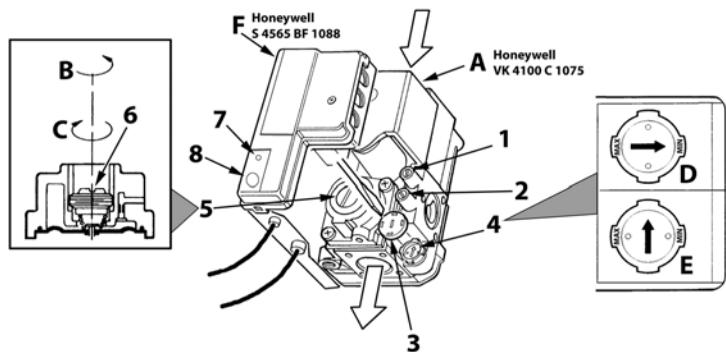

рис. 17 - Регулирование давления
На котле PEGASUS D можно регулировать тепловую производительность топки и, следовательно, тепловую мощность, передаваемую воде системы отопления; это делается исключительно путем регулировки основной горелки с помощью газового вентиля (см. рис. 17). На графиках, приведенных в параграфе сар. 5.2, показано изменение передаваемой воде тепловой мощности в зависимости от изменения рабочего давления горелки. Возможность приведения мощности котла в соответствие с реальными потребностями отопления означает, прежде всего, снижение потерь и экономию топлива. Кроме того, при регулировке мощности, регламинированной также стандартом, котлы сохраняют значения КПД и характеристики горения почти без изменений.
- С помощью небольшой отвертки снимите защитный колпак 5 вторичного привода газового вентиля рис. 17.
- Подключите манометр к клемме давления 2 (рис. 17), расположенного после газового вентиля, затем переведите ручку терmostата котла на максимум.
- Регулируйте давление с помощью винта 6 (рис. 17) на желаемое значение, руководствуясь диаграммами, приведенными в параграфе сар. 5.2.
- Снимите с газового вентиля маленький защитный колпак 3 (рис. 17). С помощью маленькой отвертки регулируйте "СТУПЕНЬ" розжига на основании выбранного для работы газа (G20-G25 положение Дрис. 17 или G30-G31 положение Е рис. 17); установите защитный колпак на место.
- Спустите воздух из газопроводных труб через штуцер отбора давления 1 газового вентиля (рис. 17).